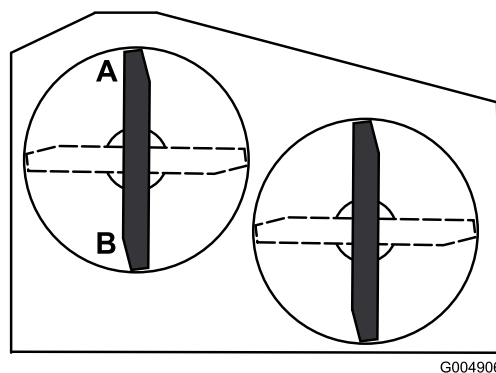

Figure 56
- Tournez une lame dans le sens longitudinal. Mesurez la distance aux points **A** et **B** entre une surface plane et le bord coupant des pointes des lames (Figure 56).